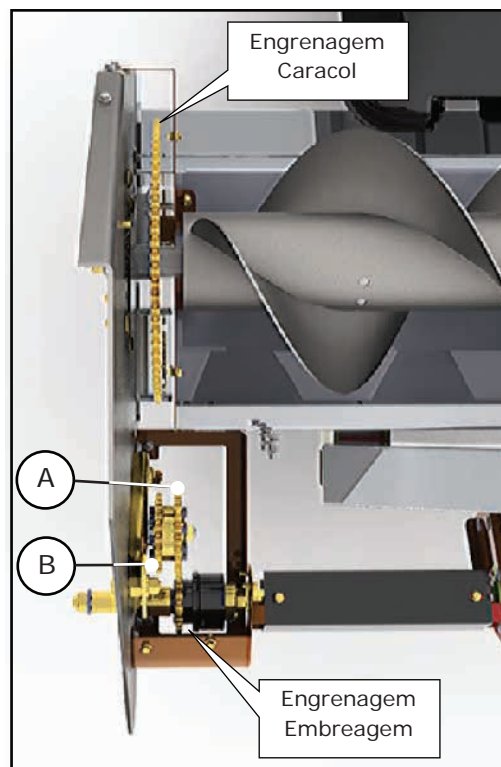

Figura 07
O sem-fim recolhedor pode trabalhar em diferentes rotações (velocidades), adequando-se ao modelo de colheitadeira que será usada. A rotação do sem-fim é definida pela redução dos conjuntos Engrenagem da Embreagem e a Engrenagem (A) e posteriormente da Engrenagem (B) com a Engrenagem do Caracol conforme Figura 07.
c) Substituir o par de engrenagens A e B da figura 07 conforme Tabela de rotações para sua Colheitadeira;